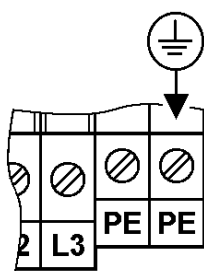

Fig. 21: Ligação à terra adicional
- Devido à alta corrente de fuga, é necessário fazer uma ligação à terra reforçada adicional de acordo com a norma EN 50 178 (Fig. 21).